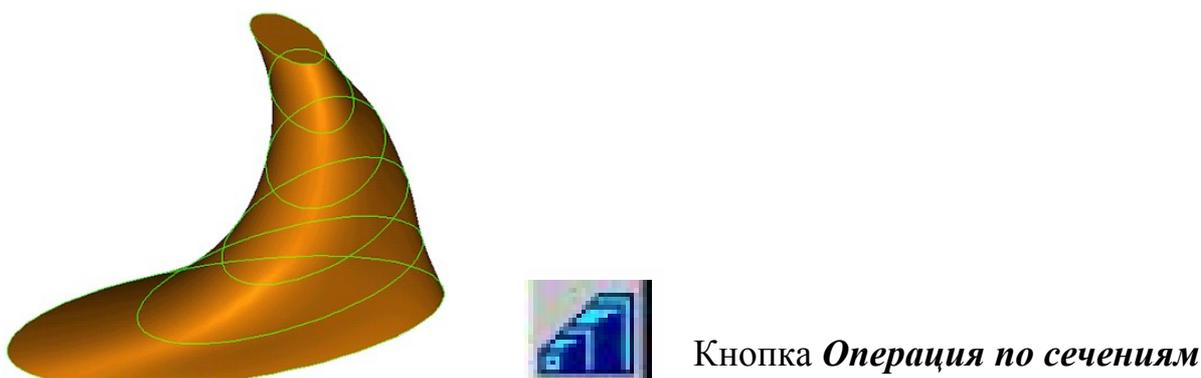

Рисунок 5
4. **Операция по сечениям** (рисунок 5).